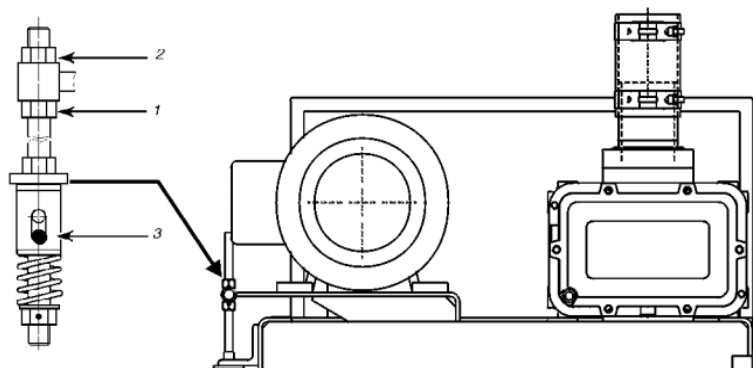

Рисунок 3.3 – Дополнительное натяжение ремня
Если клиновой ремень растянется настолько, что промаркированный штифт (3) (рис. 3.3) достигнет нижнего предела продольного паза (•), то нужно выполнить дополнительное натяжение клинового ремня.
Повернуть шестигранную гайку (2) (рис. 3.3) устройства натяжения ремня вверх. Вращать шестигранную гайку (1) по часовой стрелке до тех пор, пока клиновой ремень не ослабнет. Снять клиновой ремень. Надеть новый клиновой ремень на шкив двигателя и вакуумного насоса. Отрегулировать натяжение клинового ремня. Смонтировать защитный кожух ремня обратно.